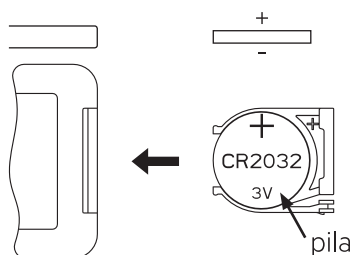

Imagen 2
2. Preste atención a la polaridad de la pila e insértela en la bandeja redonda (véase la Imagen 2).